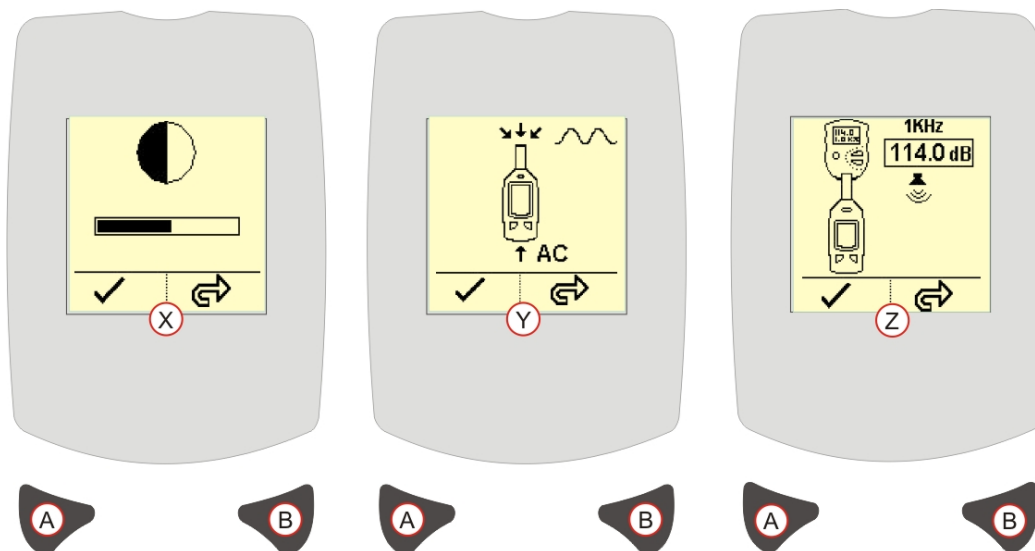

Рис. 9 Меню конфигурации
Меню конфигурации (см. Рис. 9) предназначено для изменения настроек Контрастности изображения, Калибровочного сигнала и Источника входного сигнала.
КОНТРАСТНОСТЬ ИЗОБРАЖЕНИЯ – [Рис. 9 Ссылка X]. Для настройки контрастности изображения на дисплее нажмите правую кнопку (B). По достижении необходимой контрастности нажмите левую кнопку (A), чтобы подтвердить произведенную настройку и перейти в режим настройки Калибровочного сигнала.
ИСТОЧНИК ВХОДНОГО СИГНАЛА – [Рис. 9 Ссылка Y].
КАЛИБРОВОЧНЫЙ СИГНАЛ – [Рис. 9 Ссылка Z]. В данном меню производится установка номинальной выходной мощности акустического калибратора, например, 114.0 дБ. Для настройки калибровочного сигнала нажмите правую кнопку (B). Для получения сведений о выходной мощности калибратора обратитесь к сертификату калировки акустического калибратора. Нажмите левую кнопку (A), чтобы подтвердить изменения и перейти в Меню измерений.